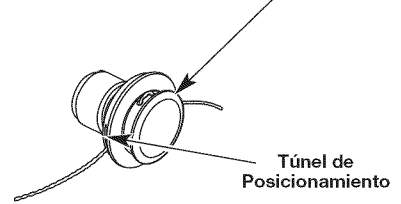

Fig. 23
5. Hale la línea y cerciórese de que la línea esté contra el cubo y que esté totalmente extendida a través de los túneles de posicionamiento (Fig. 23).